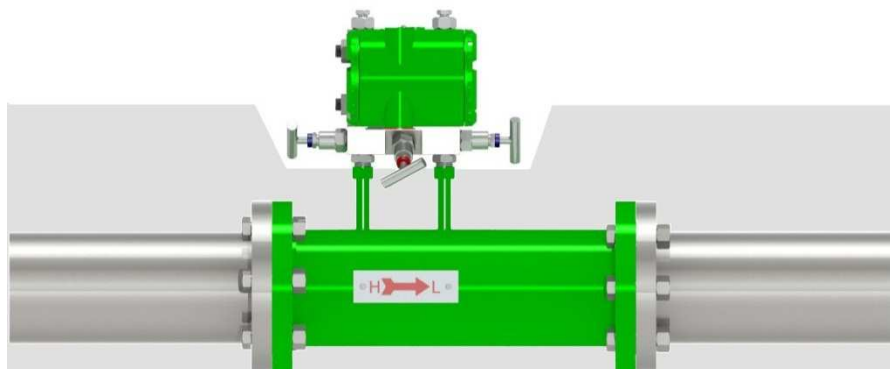

Рисунок 2.8 – Рекомендации по теплоизоляции расходомера
2.4.1 Общие правила Выполнение электрических подключений узла измерения производится в следующей последовательности (см. рисунок 2.8):
- снять крышку (1) корпуса электронного блока;
- продеть сигнальный кабель и кабель питания сквозь кабельные вводы (2), находящиеся в верхней части электронного блока справа и слева;
- ослабить винты клеммной колодки (3);
- подключить заземляющий проводник к клемме заземления (4), находящейся снаружи в нижней части электронного блока;